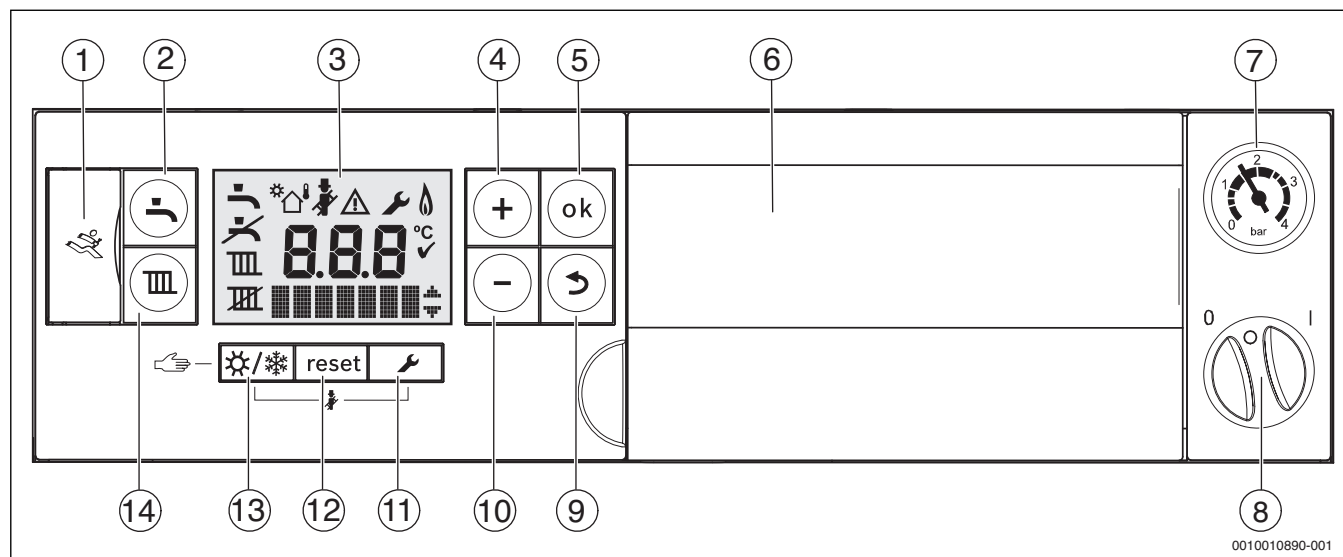

Fig. 1 Panou de comandă la capacul deschis al panoului de comandă
- ▶ Porniți aparatul prin intermediul întrerupătorului de pornire/oprire (→ Fig. 1).
- ▶ Opriți aparatul prin intermediul întrerupătorului de pornire/oprire (→ fig. 1).
Tab. 1 Simboluri indicate pe afișaj (→ fig. 1)